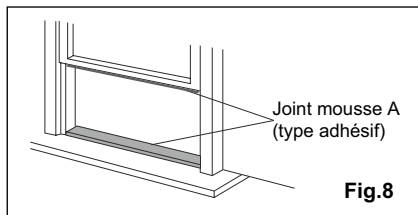

Fig.8
1. Coupez les joints mousse A (type adhésif) aux longueurs appropriées et fixez-les à la fenêtre et le rebord.(fig.8)